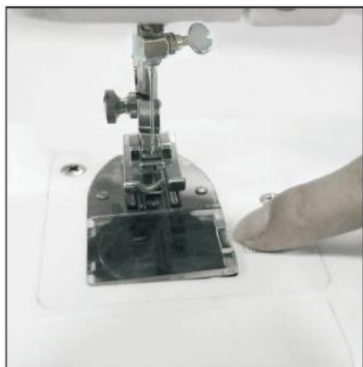

Abb. 7
- 1) Gurnite klizač poklopca donjeg navoja udesno i uklonite poklopac špuljice (Abb. 7).